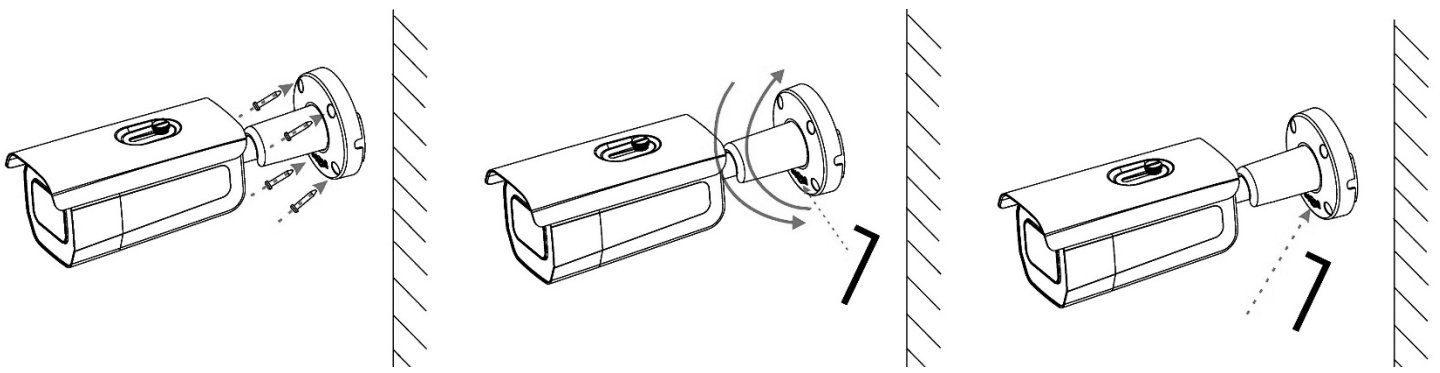

Рис. 1 – Монтаж камеры
5. Поверните закрепленную камеру на кронштейне так, чтобы получить обзор нужной площади. Зафиксируйте камеру в нужном положении, закрутив регулятор в основании с помощью шестигранного ключа (рис. 1).